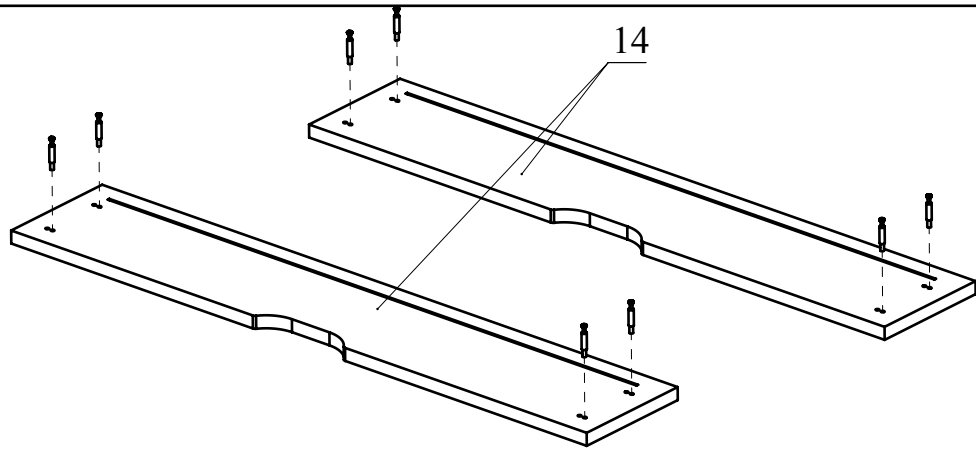

Рис.1
1. Подготовьте детали к сборке. Вкрутите шпильки минификсов в деталь 14 (Рис. 1).